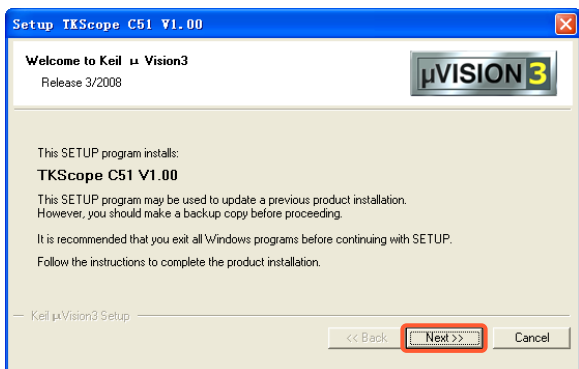
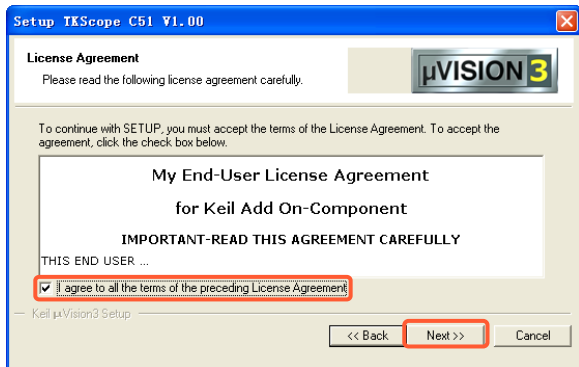

图 2.1 安装驱动提示框
图 2.2 协议许可提示框
- 1 双击 TKScopeSetupForuV3\_C51.EXE, 系统会弹出如图 2.1 所示的对话框。
- 2 点击图 2.1 中【Next】选项,系统会弹出如图 2.2 所示的对话框。选中【I agree to...】,然后点击【Next】进行下一步操作。